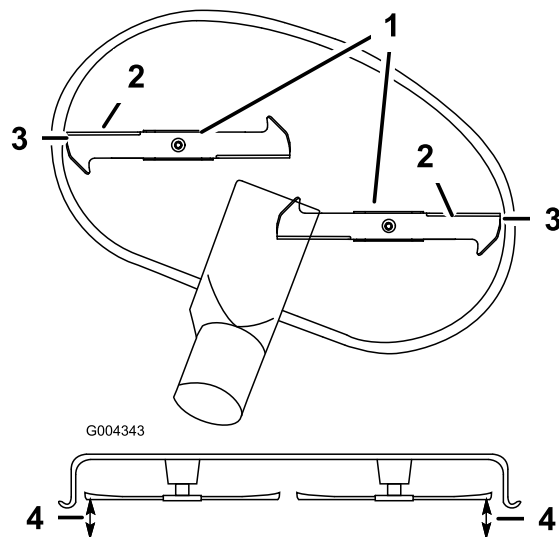

Figure 52
5. Tournez prudemment les lames pour qu'elles soient parallèles dans le sens transversal (Figure 52). Mesurez la distance entre les tranchants extérieurs et le sol plat (Figure 52). Si les deux mesures diffèrent de plus de 5 mm, un réglage s'impose. Poursuivez la procédure.